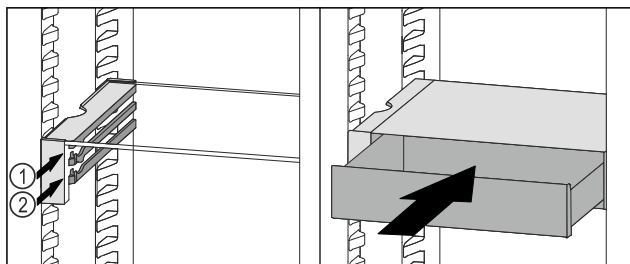

Fig. 220
- Stavite ladicu VarioSafe ukoso iza zaustavljača na željeni žlijeb Fig. 220 (1) ili Fig. 220 (2).